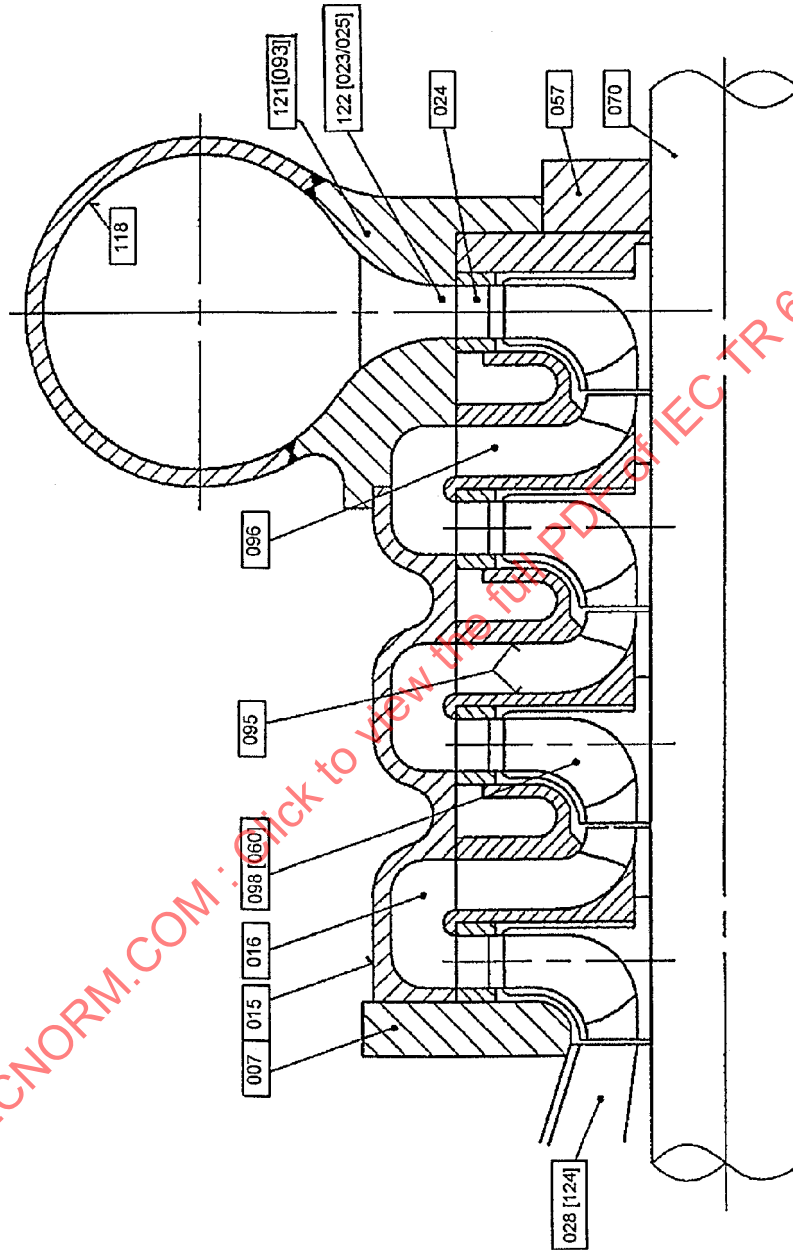

Figure 21 – Radial machines
**6.2.1.3 Multistage storage pumps and pump-turbines, figure 21**
**Pompes d'accumulation et pompes-turbines à plusieurs étages, figure 21**
**6.2.1.3 Multistage storage pumps and pump-turbines, figure 21 (continued)**
**Pompes d'accumulation et pompes-turbines à plusieurs étages, figure 21 (suite)**